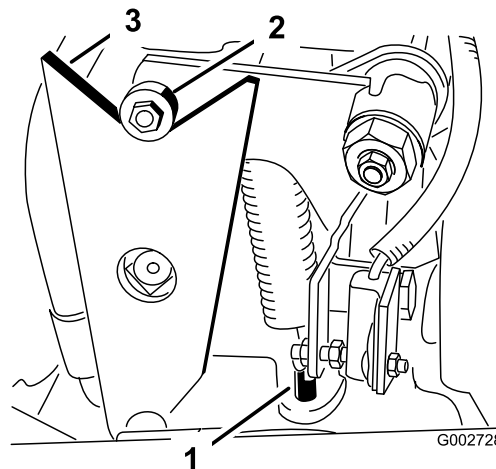

Figura 31
3. Desaperte a porca no pino de ajuste da mola até que o rolamento se mova livremente do excêntrico da alavanca (Figura 31), permitindo a liberdade de eixo da bomba rodar durante o arranque.